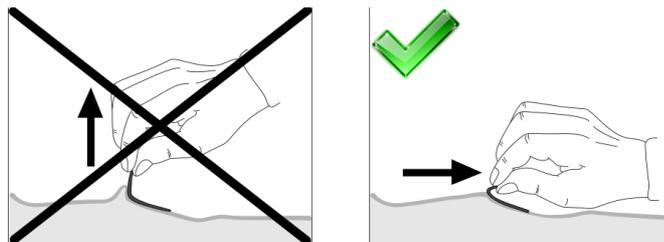

Fig. 4.9 Retrait des électrodes adhésives
- Détacher délicatement les électrodes de la peau du patient (voir Fig. 4.9 Retrait des électrodes adhésives).